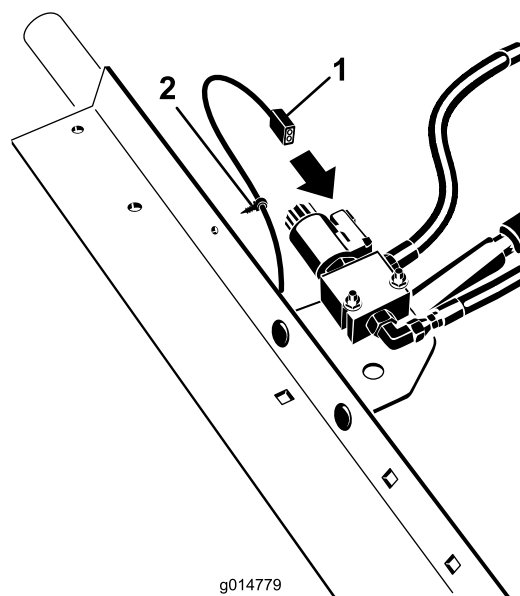

図 6
8. ハーネスに残っているコネクタを、座席プレートの中央下のデファレンシャルロックバルブに接続する 図 6。